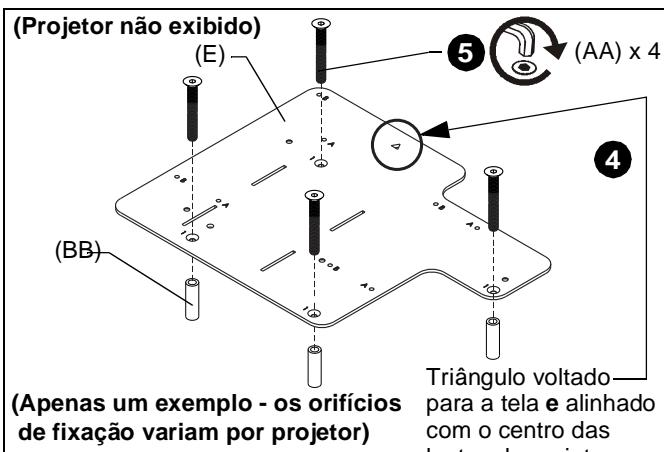

Figura 9
3. Coloque quatro espaçadores (BB) nos insertos rosqueados na parte inferior do projetor.
4. Coloque o suporte de interface (E) (com as marcações "A" e "B" visíveis) na parte inferior do projetor, alinhando os orifícios de montagem (marcados como "1") no suporte com os espaçadores e os pinos na parte inferior do projetor, garantindo que o triângulo nos pontos do suporte fiquem voltados para a tela, e alinhe com o centro das lentes do projetor. (Ver Figura 9)
5. Coloque quatro parafusos (AA) de cabeça chata M4 x 35 mm nos orifícios de montagem marcados como "1", através dos espaçadores (BB) e adenstrando os pinos. (Ver Figura 9)